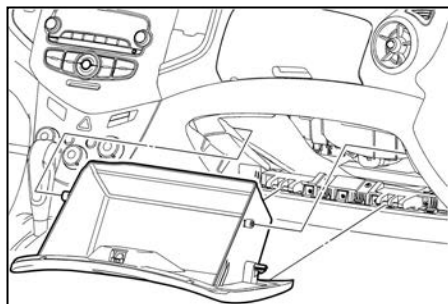

Fig. 24
2. Desenganche los topes de la tapa del compartimiento y retire la guantera (ver Fig. 24).